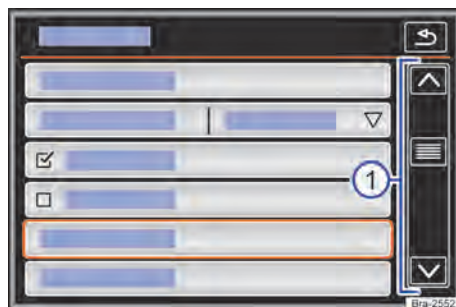

Fig. 111 Representação esquemática: entradas de lista, menu de configurações.
Se em uma exibição de lista houver mais registros selecionáveis do que podem ser visualizados, são mostradas superfícies de função para a rolagem ou uma barra de rolagem à direita na imagem → Fig. 111 ①.